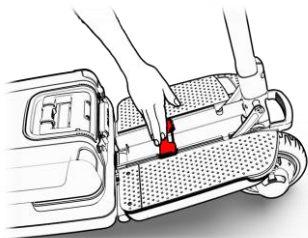

Figure 11
8. Setzen Sie den Griff in die vorgesehene Vertiefung bis er klickt und einrastet (siehe Abbildung 11).